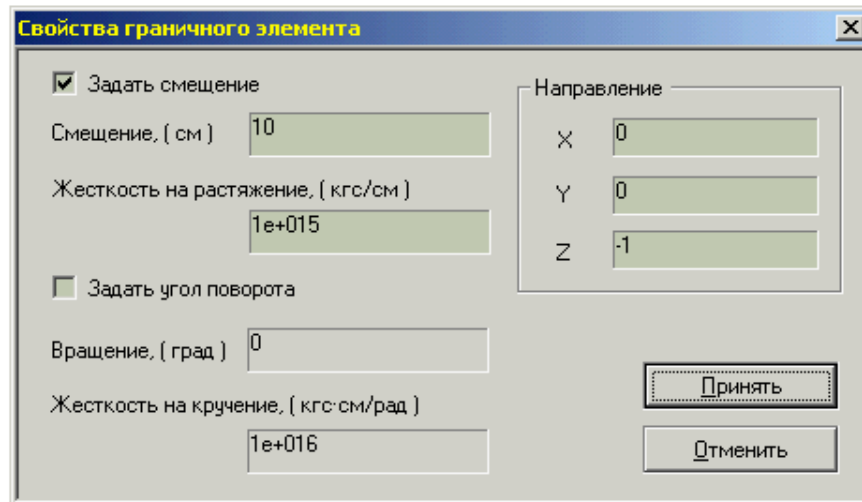

Рис. 5.3.5. Диалоговое окно задания свойств одноосного граничного элемента
3. В появившемся диалоговом окне свойств граничного элемента (рис. 5.3.5.) необходимо задать направление оси граничного элемента, перемещение и/или поворот относительно оси граничного элемента, а также можно задать жесткость граничного элемента. Направление оси граничного элемента должно задаваться ненулевым вектором.